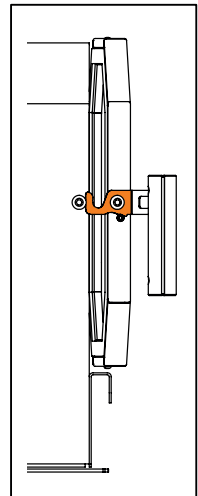

Abbildung 6. Türposition
- Halten Sie während des Einbrennens des Saunaofens die Ofentür leicht geöffnet. Während des Prozesses darf diese keinesfalls geschlossen werden. (siehe **Abbildung 6.**)
- Für die Verbesserung des Luftzugs können die auf **Abbildung 6** abgebildeten Kaminrohre verwendet werden.